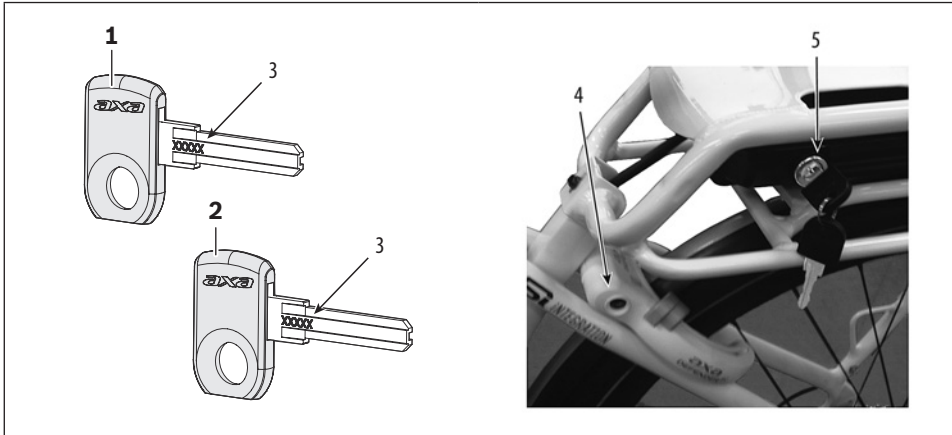

Figure 11.
Voir Figure 11. Votre vélo E-Series est livré avec une clé principale (1) et une clé de secours (2). Les clés portent un numéro de série (3). Elles servent à la fois pour l'antivol de roue arrière et pour le verrou de batterie BOSCH. Pensez à noter le numéro de série des clés, car il vous sera demandé pour obtenir une nouvelle clé en cas de perte, par exemple. Si vos clés ont été perdues ou volées, ou si vous souhaitez obtenir des clés supplémentaires, veuillez contacter la société AXA BASTA pour en commander.